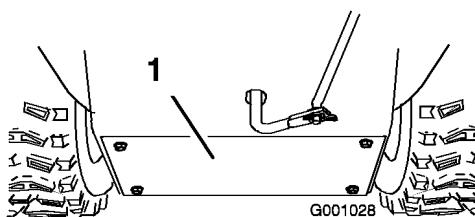

Figure 52
- Déposez le couvercle arrière (Figure 52).